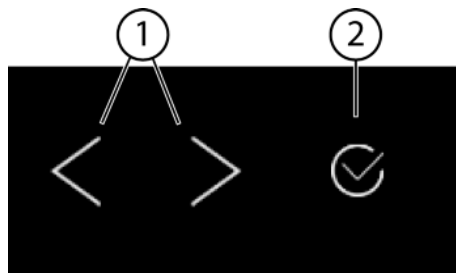
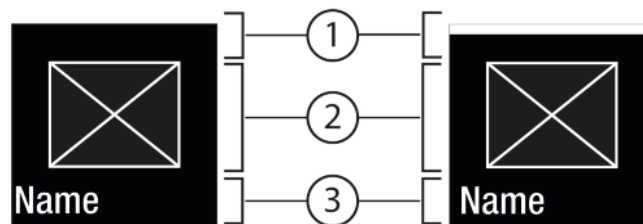
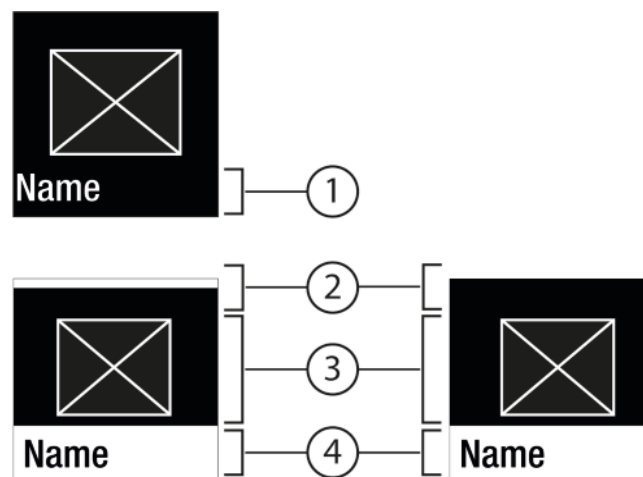

Fig. 5
Fig. 6
Fig. 7
- (1) Strzałka nawigacyjna lewa / prawa (2) Potwierdzenie
Strzałka nawigacyjna lewa / prawa Fig. 5 (1):
Potwierdzenie Fig. 5 (2):
- Nawigować przy pomocy strzałki nawigacyjnej w lewo / prawo Fig. 5 (1).
- Przy pomocy potwierdzenia Fig. 5 (2) aktywować Fig. 6 (1) / dezaktywować Fig. 6 (1) funkcję / ustawienie.
- Wywołać podmenu Fig. 5 (2) przy pomocy potwierdzenia Fig. 7 (4).
- Ustawić nowe wartości: Przy pomocy potwierdzenia Fig. 5 (2) wybrać dezaktywowaną wartość Fig. 6 (1).
- Powrót do menu: Przy pomocy potwierdzenia Fig. 5 (2) wybrać już aktywowaną wartość Fig. 6 (2).
- ▶ Strzałki nawigacyjne *Fig. 5 (1)* przyciskać tak długo, aż wyświetli się funkcja.
- ▶ Nacisnąć Potwierdzić *Fig. 5 (2)*.
- ▶ Przy pomocy strzałki nawigacyjnej *Fig. 5 (1)* wybrać wartość ustawienia.
- ▷ Na krótko pojawia się w podmenu *Fig. 7 (4)* Status: aktywowano *Fig. 6 (1)*.
- ▶ Strzałki nawigacyjne *Fig. 5 (1)* przyciskać tak długo, aż wyświetlą się ustawienia .
- ▶ Strzałki nawigacyjne *Fig. 5 (1)* przyciskać tak długo, aż wyświetli się żądane ustawienie.
- ▶ Przez 3 sekundy przycisnąć potwierdzenie *Fig. 5 (2)*.